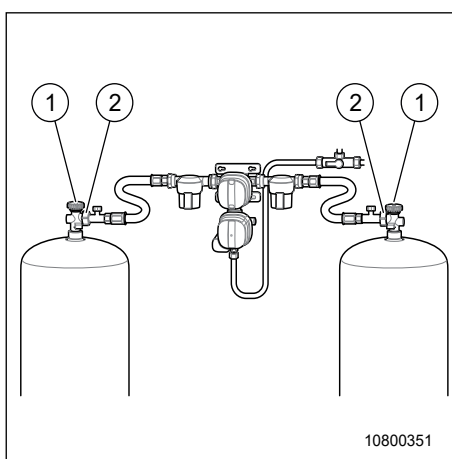

Fig. 94 Bouteilles de gaz
2. Fermer la vanne de sectionnement principale (Fig. 94, pos. 1) sur la bouteille à gaz (respecter le sens de la flèche).
3. Desserrer l'écrou moleté (Fig. 94, pos. 2) (filet à gauche).
7. Poser le flexible à gaz sur la bouteille à gaz et serrer l'écrou moleté (Fig. 94, pos. 2) à la main (filet à gauche).